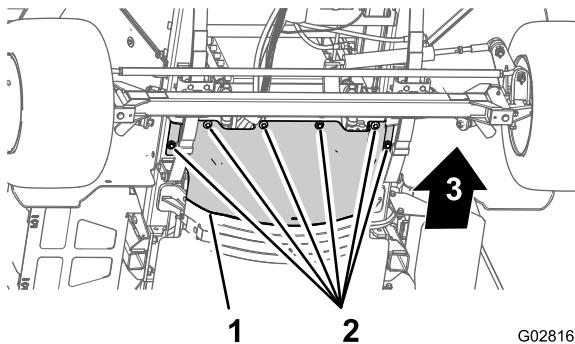

Рисунок 65
3. Выверните 6 болтов с шестигранными головками и снимите 6 шайб, которые крепят передний теплоизолирующий экран к шасси, и снимите экран (Рисунок 65).